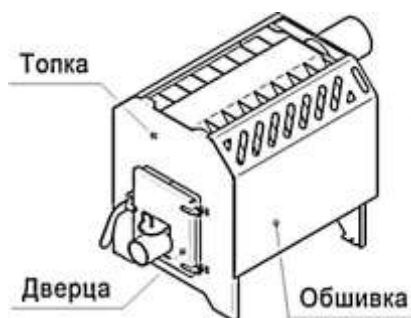

Рис.1 – Конструкция печи
**Описание:** Печь состоит из топки, обшивки и дверцы (см. рис.1).